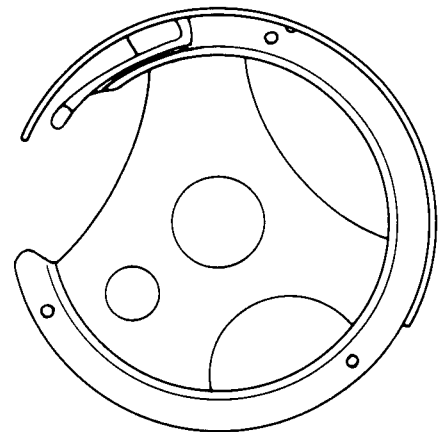

Fig. 35c
- Handrad drehen, bis die Öffnung des Greifers nach links steht (siehe Abb. 35c).
- Turn the balance wheel until the opening of the sewing hook is facing left (Fig. 35c).
- Tourner le volant jusqu'à ce que l'ouverture du crochet montre vers la gauche (fig. 35c).